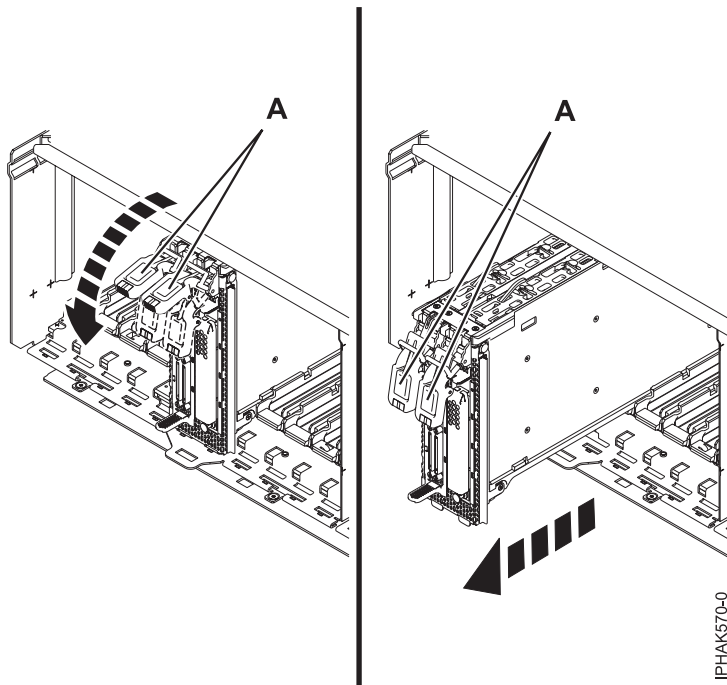

Figure 63. Retrait du bloc-cassette de l'unité d'extension d'entrée-sortie
- a. Vérifiez que les bras de verrouillage (A) sont abaissés, comme indiqué dans la figure 63, à la page 76.
- c. Sortez soigneusement le bloc-cassette de l'unité d'extension d'entrée-sortie. Voir figure 63, à la page 76.